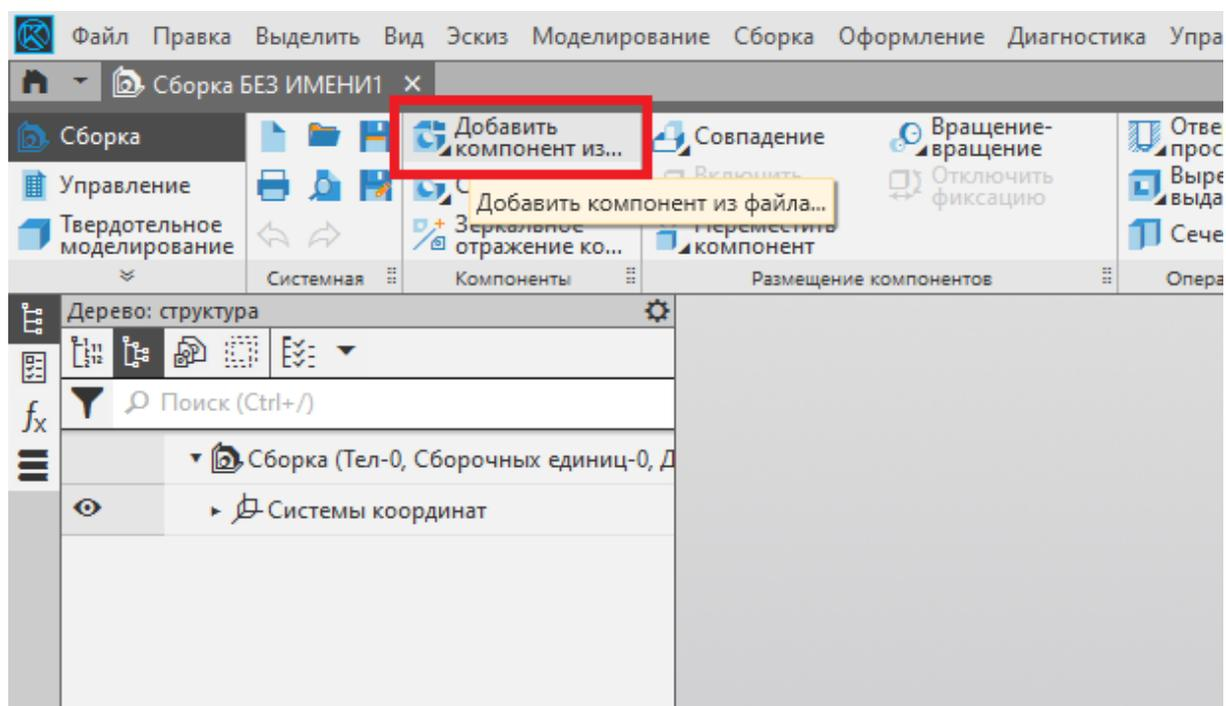

Рис. 50
2. Выбираем команду «Добавить компонент из файла» (рис. 50).